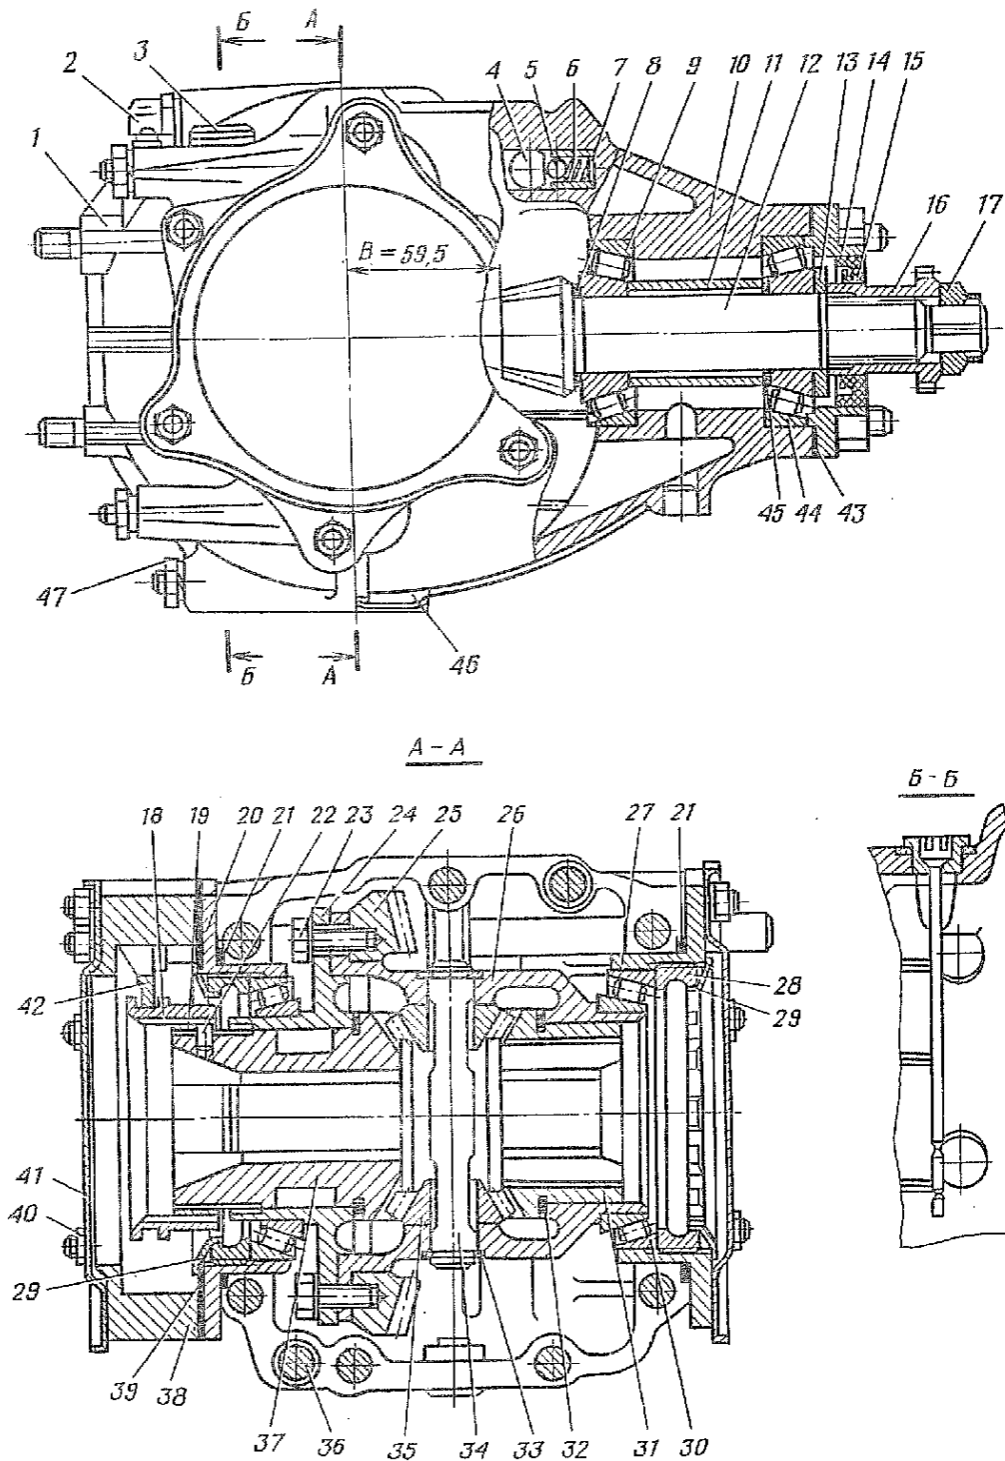

Рис. 174. Редуктор заднего моста в сборе:
1.2. Вывернуть из редуктора сапун 2 (рис. 174), указатель 3 уровня масла, пробку 46 маслосливного отверстия (ключ 11, ключ для пробок маслосливных отверстий).
1.13. Выпрессовать сальник 15 (рис. 174) из крышки 14 (оправка, молоток 500 г).
шипника (съёмник универсальный, приспособление, рис. 138) и снять набор регулировочных прокладок 8 (рис. 174).